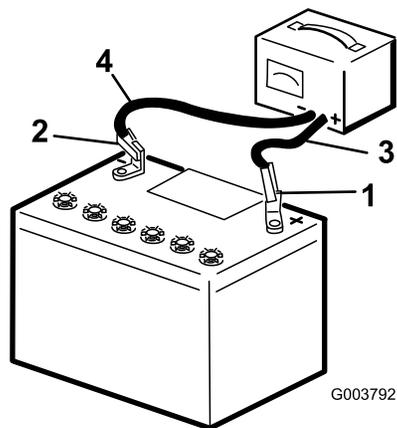

Figure 68
3. Connectez le câble positif du chargeur de batterie à la borne positive de la batterie (Figure 68).
4. Connectez le câble négatif du chargeur de batterie à la borne négative de la batterie (Figure 68).
- Quand la batterie est chargée au maximum, débranchez le chargeur de la source électrique, puis débranchez les fils du chargeur des bornes de la batterie (Figure 68).